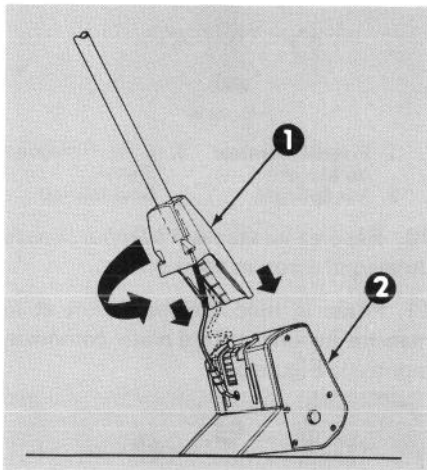

Figure 6
13. Placez le bloc d'alimentation comme le montre la Figure 6, pour pouvoir y introduire et y pousser l'assemblage du manche. Tournez maintenant le manche d'un tour et demi **dans le sens des aiguilles d'une montre** jusqu'à ce qu'il se trouve bien aligné avec le bloc d'alimentation.